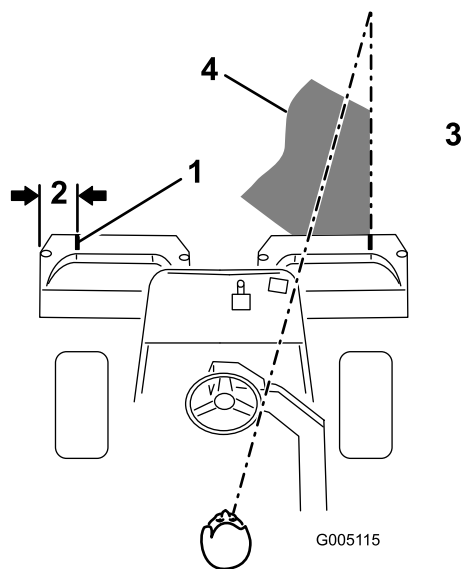

Рисунок 9
2. На каждый травосборник наклейте отрезок белой ленты или нанесите краской линию параллельно наружному краю (Рисунок 9).